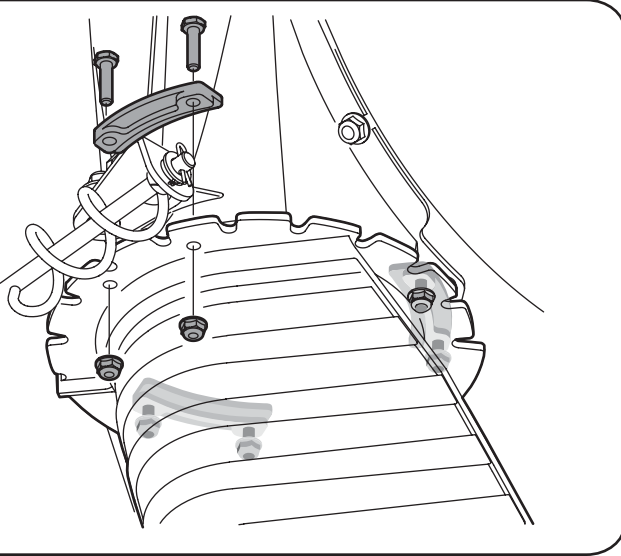

Figure 4
- Retirez les contre-écrous et les vis qui maintiennent l'un des guides des collets sur la goulotte. Voir la Figure 4.